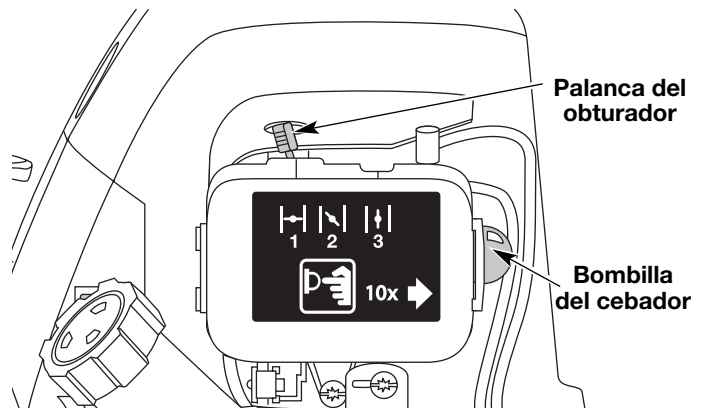

Fig. 7
4. Oprima completamente el cebador y suéltelo 10 veces. Hágalo lentamente. Se deberá ver un poco de combustible en el cebador y en las tuberías de alimentación de combustible (Fig. 7). Si no puede ver el combustible en el cebador, oprímalo y suéltelo tantas veces como sea necesario hasta que vea combustible en el mismo.
5. Coloque la palanca del obturador en **Posición 1** (Fig. 7).